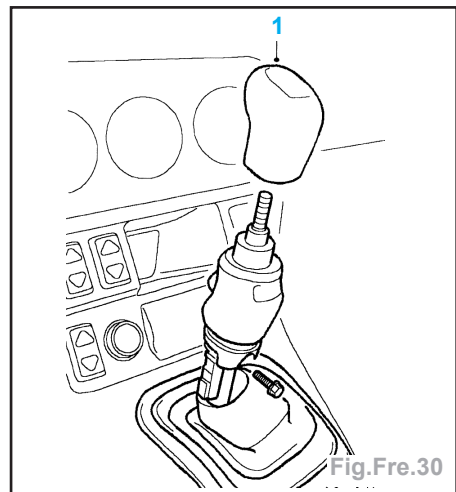

Fig.Fre.30
- Enlever la poignée du levier de changement de vitesses (Fig.Fre.30).